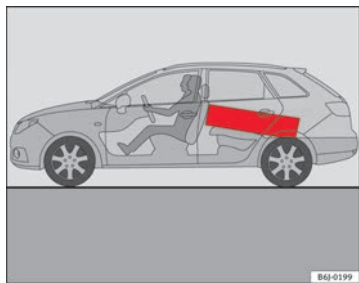

Fig. 92 Placez les objets lourds le plus à l'avant possible.
- Placez les objets lourds le plus à l'avant possible dans l'habitacle ⇒ fig. 92.